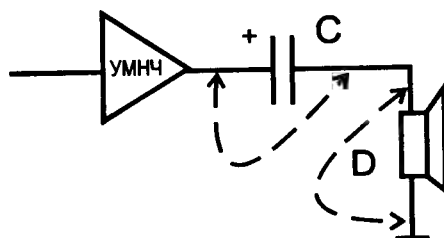

Рис. 8
- а) короткое замыкание разделительного конденсатора С и динамической головки D (рис. 8);